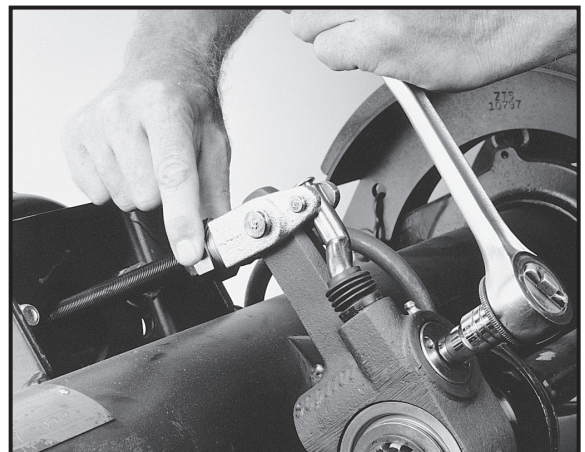

Figura 2 - Alinee la tuerca con collar de 1-1/4" con la parte roscada de la horquilla.
- Con una llave o una llave de dado, gire la extensión hexagonal para alinear la tuerca con collar de 1-1/4" con la parte roscada de la horquilla. Consulte la Figura 2.